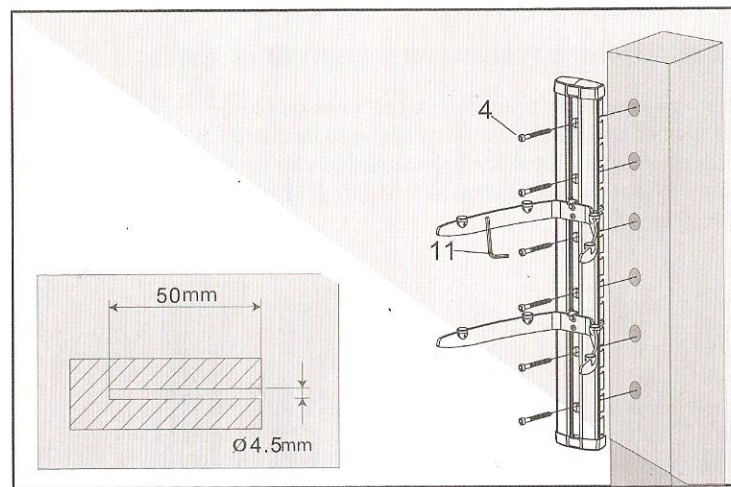

Fig 3
Marque la altura deseada para su soporte universal, cuidando que al marcar los puntos para orificios este alineado correctamente. utilice broca de 4,5mm para los orificios de los taquetes, con el taladro perfore 50mm. Coloque el soporte de pared utilizando los tornillos largos (4) y asegurelos utilizando la llave de 5x5mm (11). Como se muestra en la fig. 3.